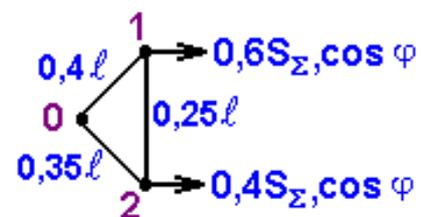

Рисунок 35
**Вариант 13.** Для схемы однородной кольцевой электрической сети  $U_H = 110$  кВ (рис.35), выполненной проводами АС-150, определить: